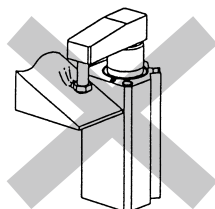

図4
- ④ワークのクランプ面は、必ずシリンダ軸線に対し垂直になるようにしてください。(図4)